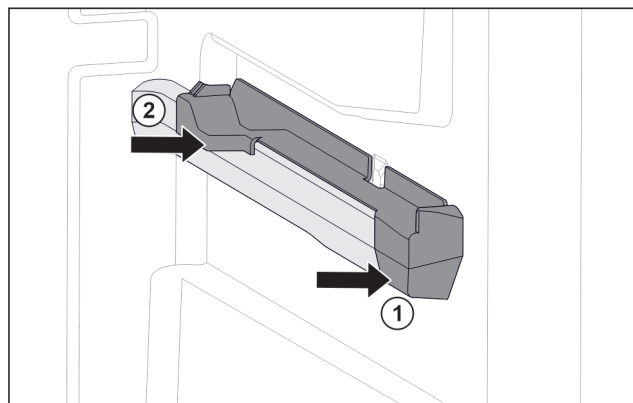

Fig. 84 Nasazovací díl na pravém žebrování na nádobě
- ▶ Nasad'te nasazovací díl na žebrování na nádobě. Fig. 84 (1)
- ▶ Přitlačte nasazovací díl k zadní části. Fig. 84 (2)